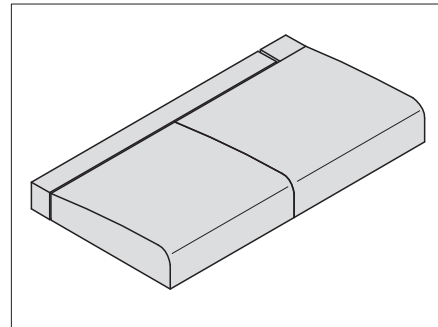
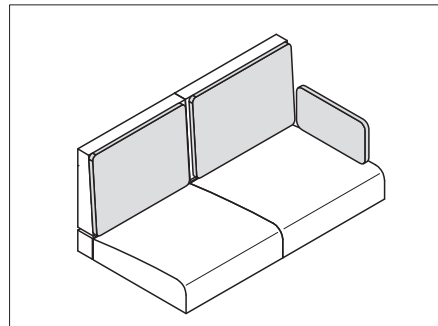

Bild 217 Positionera säten
Bild 219 Dynor för ryggstöd
- Lägg på sits-, ryggstöds- och extradynor så som visas på Bild 217 till Bild 219.